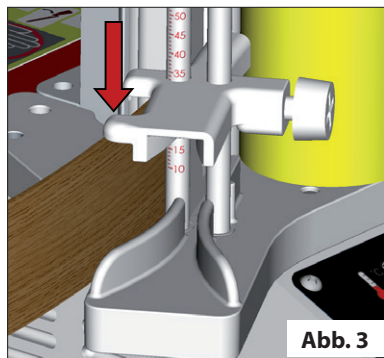

Abb. 3
- Führen Sie das Klebeband von der Seite unterhalb des Anschlags ein und messen Sie die Höhe (Abb. 3), dann die Schraube festziehen.